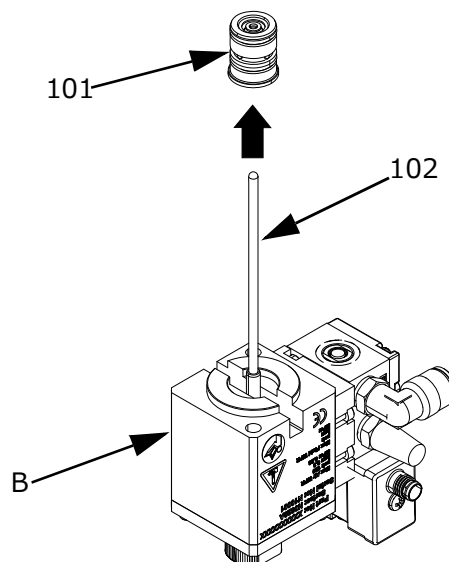

図 13
1. シールキット (101) をロッドアセンブリ (102) 軸からずらして外してください。
2. ロッドアセンブリチップ (102) と軸を点検して、溝やピittingがないか確認してください。摩耗している場合は、ロッドアセンブリを交換してください。図 13、21 ページを参照してください。